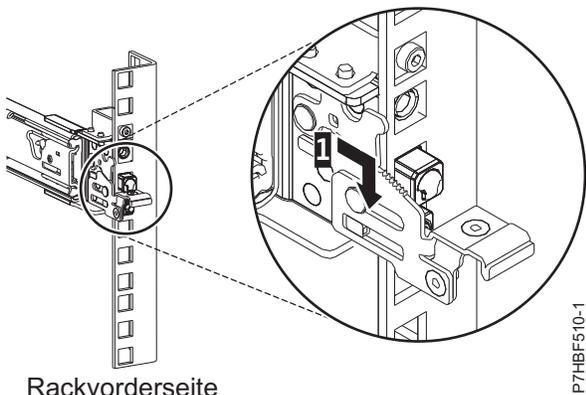

Abbildung 5. An der vorderen Schiene des Racks sitzende Stifte
6. Ziehen Sie die Schiene nach vorne und setzen an der Vorderseite der Schiene drei Stifte in die zuvor markierten Bohrungen in der ausgewählten EIA-Einheit ein. Senken Sie die Schiene ab (1), damit der hakenförmige mittlere Stift einrastet. Einzelheiten finden Sie unter Abb. 5.